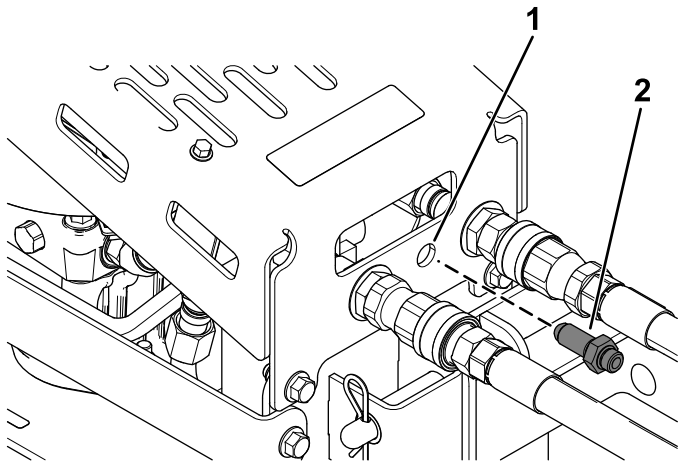

Figura 1
1. Retire la contratuerca del conector pasamuros e introduzca el conector pasamuros en el hueco de la cubierta del enfriador (Figura 1).